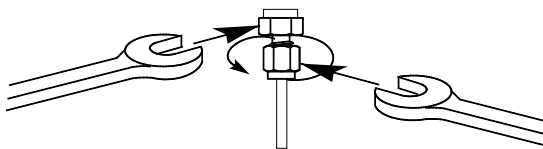

Рис. 12 Окончательное закручивание
- 8 Для фитингов Swagelok 1/8" используйте пару ключей 7/16", чтобы закрутить фитинг на 3/4 оборота (Рис. 12). Для фитингов Swagelok 1/4" используйте пару ключей 9/16", чтобы закрутить фитинг на 1-1/4 оборота (Рис. 12).